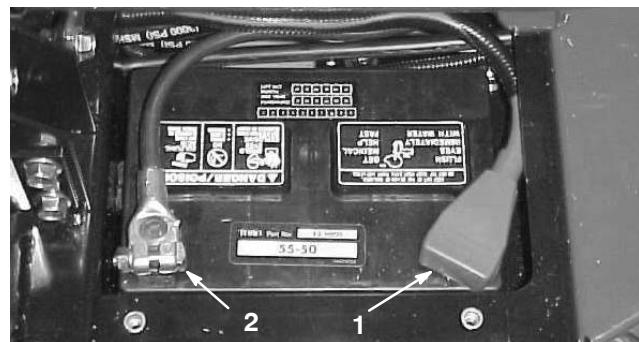

Bild 2
7. Klemmen Sie das Pluskabel (Rot) am Pluspol (+) der Batterie und das Minuskabel (Schwarz) am Minuspol (-) der Batterie an, wobei Sie die Kopfschrauben und Muttern verwenden (Bild 2). Stellen Sie sicher, dass die Plusklemme (+) vollständig auf den Pluspol aufgezogen und das Kabel fest an die Batterie angeklemmt ist. Das Kabel darf die Batterieabdeckung nicht berühren. Ziehen Sie den Gummischuh über den Pluspol, um Kurzschlüsse vorzubeugen.